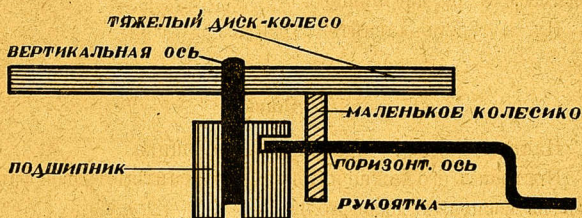

Рис. 45. Схема приспособления механизма, приводящего в движение пластинку.
Другая разница — в механизме, вращающем пластинку. Тут никакой пружины нет. Вы просто вертите рукоятку граммофона, как в шарманке. Вследствие этого вертится и горизонтальная ось граммофона (рис. 45). А на оси укре-
Механизм, вращающий пластинку, состоит из пяти частей. Эти части такие: 1) горизонтальная ось с рукояткой, 2) подшипник, 3) вертикальная ось, 4) колесо и катушка, 5) тяжелый диск (см. рис. 45).
3. Вертикальная ось (см. рис. 45) это — та ось граммофона, на которой будет наглухо закреплен тяжелый диск. Эта ось — просто железный или стальной стержень (или болтик с отпиленной головкой) длиной 10—13 см, а диаметром 0,6 см. Один конец этого стержня нарезан как винт (на 5—7 см). К нему надо припасти две шайбы и две гайки.